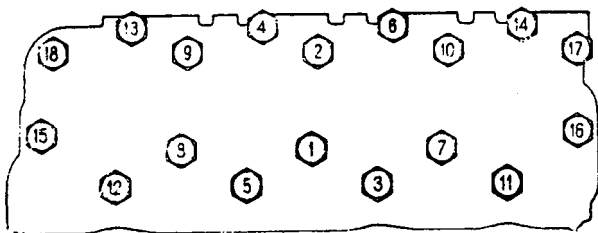

Рис. 7. Порядок подтяжки гаек крепления головки цилиндров.
1. Подтяните гайки крепления головок цилиндров двигателя, соблюдая порядок, указанный на рис. 7. Эту операцию делайте специальным ключом, прилагаемым к автомобилю, без рывков и только на холодном двигателе. Запрещается удлинять ключ (наставлять его трубой и т.д.). Остерегайтесь перетяжки этих гаек, так как это может вызвать обрыв шпилек. Момент затяжки гаек равен 7,3—7,8 кгм. Перед подтяжкой гаек крепления головок цилиндров слейте воду из двух краников рубашки двигателя, ослабьте гайки крепления впускной трубы, а после подтяжки гаек головок цилиндров подтяните гайки впускной трубы и обязательно проверьте и отрегулируйте, если необходимо, зазоры между клапанами и коромыслами. Затем закройте краники и залейте воду в систему охлаждения. На работающем двигателе проследите за отсутствием течи из-под крышек коромысел.